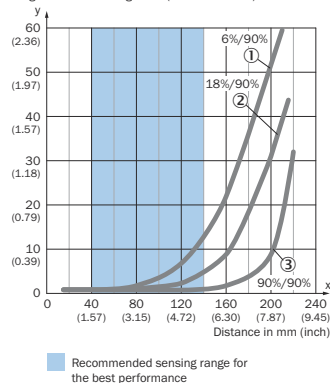

図 5: 特性曲線
背景抑制用の最小間隔 (= y) は、図 [図 5 ①] に基づいて以下の通り求めることができます: